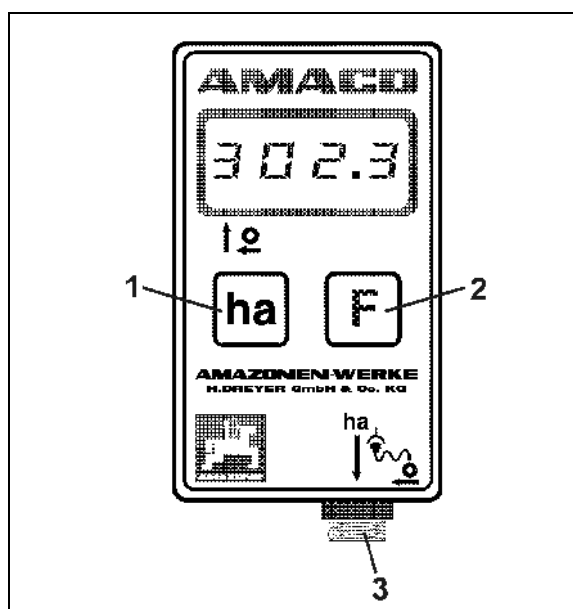

Fig. 3
Taste **ha** (Fig. 3/1).
Taste **F** (Fig. 3/2)
- **Anschluß Sensor (Fig. 3/3).**